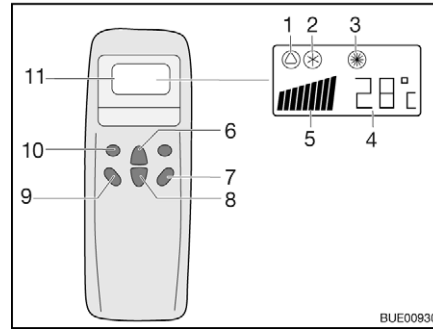
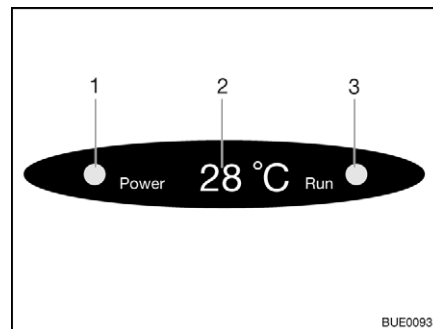

Fig. 136 Telecomando
Fig. 137 Display su diffusore
- Premere il tasto "ON/OFF" (Fig. 136,7).
- Premere il tasto "Mode" (Fig. 136,10) spesso, finché la modalità desiderata (Fig. 136,1, 2 o 3) viene visualizzata sul display. La spia di controllo relativa sul display sul diffusore (Fig. 137,3) si accende.
- Con i tasti di aumento della temperatura (Fig. 136,6) o di riduzione della temperatura (Fig. 136,8) regolare la temperatura desiderata.
- Con il tasto numero di giri ventola (Fig. 136,9) selezionare il livello desiderato per la ventola.